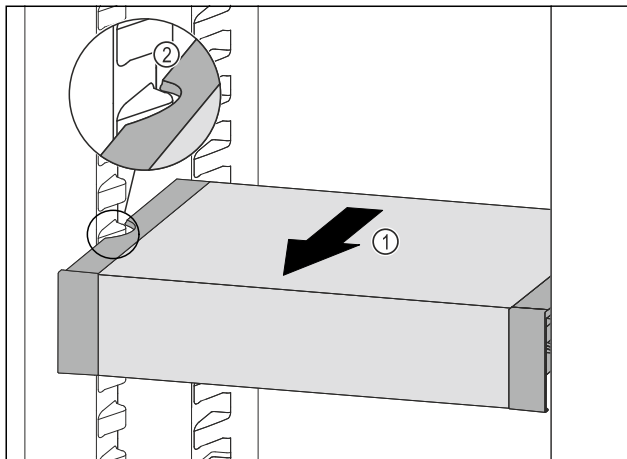

Fig. 206
- Táhněte VarioSafe dopředu Fig. 206 (1), dokud nebudou boční vybrání VarioSafe na úrovni žebrování na nádoby v chladničce. Fig. 206 (2)